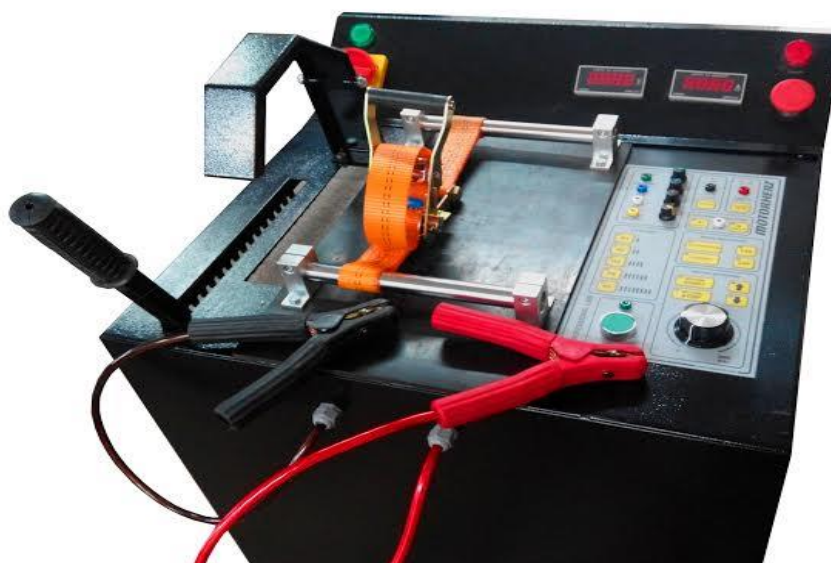

Рисунок 1.
1.4.6 Приборная панель (рисунок 1) расположена под углом 35 градусов к верхней плоскости корпуса. На панели размещаются: